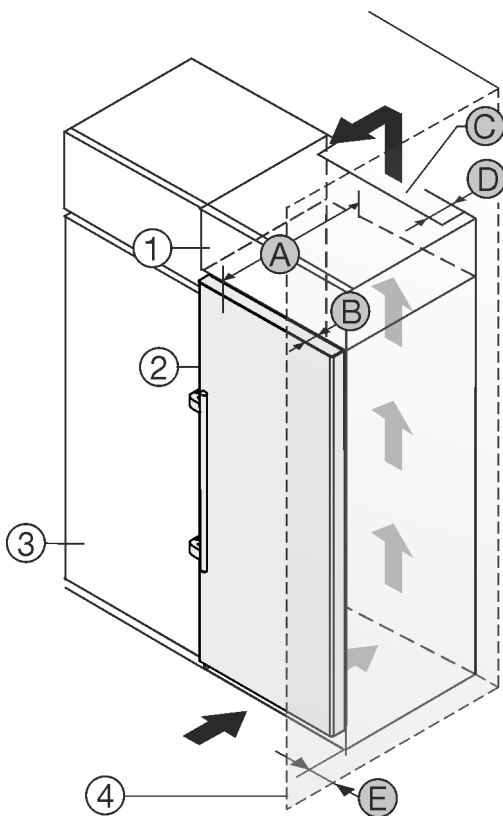

Fig. 2
Puede colocar el electrodoméstico directamente al lado del armario de cocina Fig. 2 (3).*
En la parte trasera del armario superior debe haber una cámara de salida de aire con una profundidad Fig. 2 (D) que abarque toda la anchura del armario.*
Bajo el techo de la estancia debe mantenerse la sección transversal de ventilación Fig. 2 (C).*
Si el electrodoméstico se instala con las bisagras junto a una pared Fig. 2 (4), la distancia entre el electrodoméstico y la pared debe ser de como mínimo 57 mm. Esto equivale al saliente del tirador con la puerta abierta.*
Para poder abrir totalmente la puerta, el electrodoméstico debe sobresalir la profundidad de la puerta Fig. 2 (B) respecto del frente del armario de cocina. El electrodoméstico puede sobresalir más en función de la profundidad de los armarios de cocina Fig. 2 (3) y del uso de distanciadores de pared.*